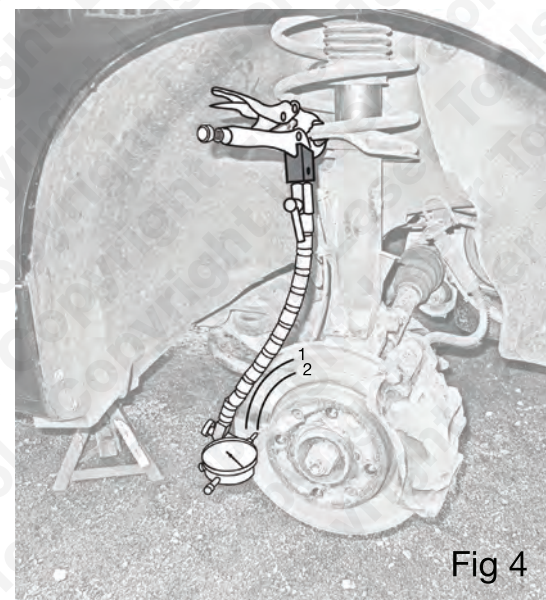

Fig 4
- Para obter os melhores resultados, as medições devem ser efetuadas de ambos os lados do disco e a partir de **dois** ou mais raios diferentes de cada lado do disco. Consultar a Fig. 4.